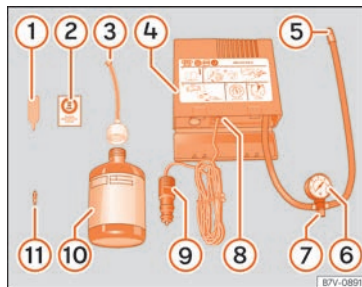

Fig. 100 Rappresentazione standard: contenuto del kit per la riparazione degli pneumatici.
Il kit per la riparazione degli pneumatici si trova nel sottofondo del bagagliaio. Include i seguenti componenti » **fig. 100:**
Riavvitare il tubo di gonfiaggio »» fig. 100 ⑤ e controllare la pressione con il manometro ⑥.